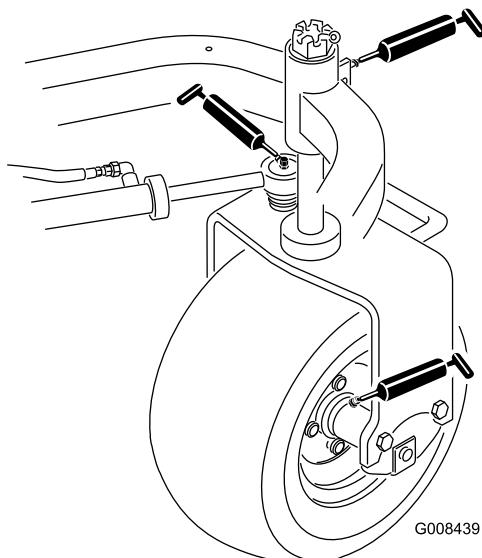

图27
- 后轮轮毂1个 图27
- 脚轮轴承1个 图27
- 转向油缸2个 图27